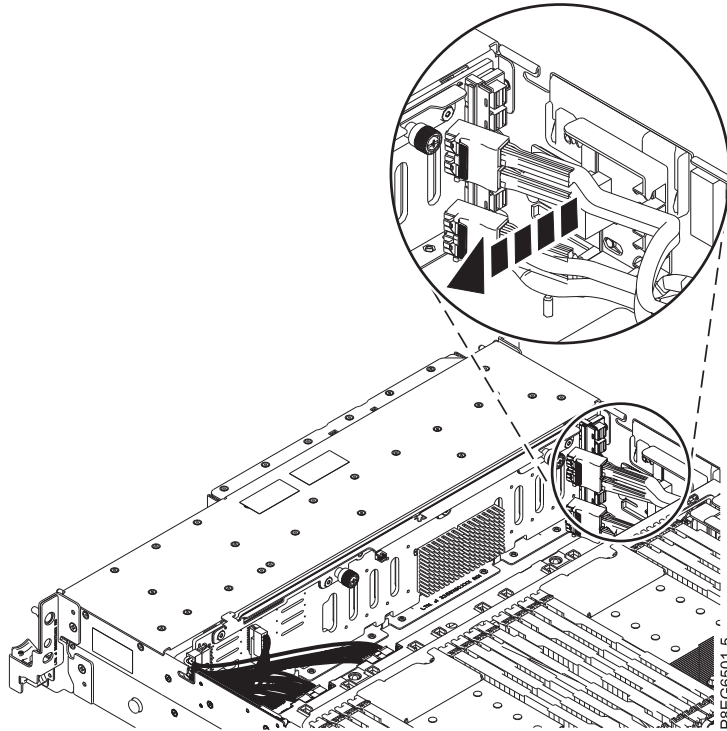

Figure 2. Dégagement des câbles SAS avant
7. Dégagez les câbles SAS avant du bloc de guides situé sur le côté du châssis, comme illustré dans la figure 2, à la page 5.